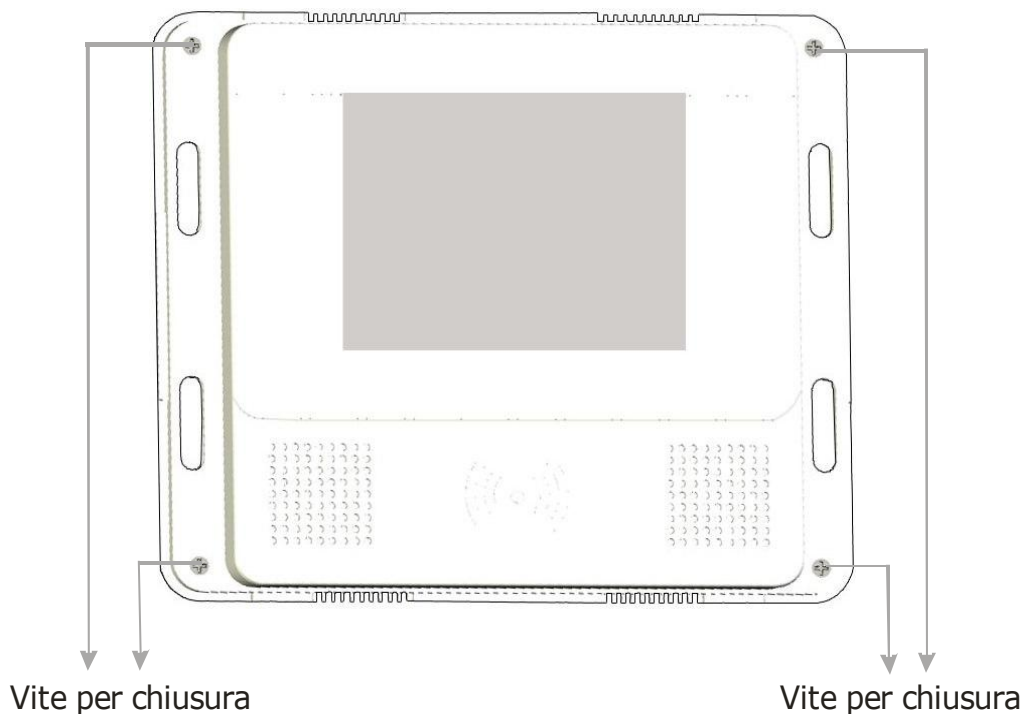

Fig 4. chiusura terminale
4. Passare i cavi attraverso il foro adatto (vedi: Fig. 3 passaggio dei cavi). In caso di fissaggio con scatola 503 oppure con tubo corrugato i cavi arrivano dal retro altrimenti arrivano dal basso. Posizionare correttamente il retro del terminale, inserire una vite in ogni foro e quindi avvitare. Procedere con il collegamento dei cavi (Fig. 4 collegamenti scheda).
Fig. 4 collegamenti scheda
5. Montare la parte frontale del terminale nella sede fissata precedentemente, facendo attenzione al corretto posizionamento dei cavi. Utilizzare le viti in dotazione per completare il fissaggio. (vedi: Fig. 4 chiusura terminale).
6. Applicare la cornice fissandola correttamente ai ganci di ancoraggio. (vedi: Fig. 4 ganci di ancoraggio per la cornice).
Fig. 4 ganci di ancoraggio per la cornice